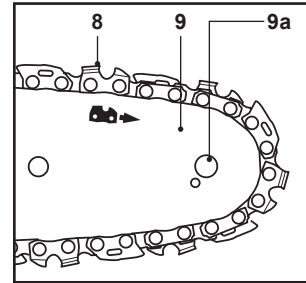

Fig. 4
- Le sens de rotation de la chaîne est indiqué par la flèche. S'assurer que la chaîne (8) est correctement placée sur la roue dentée (9a) du guide-chaîne (9) (Fig. 4).